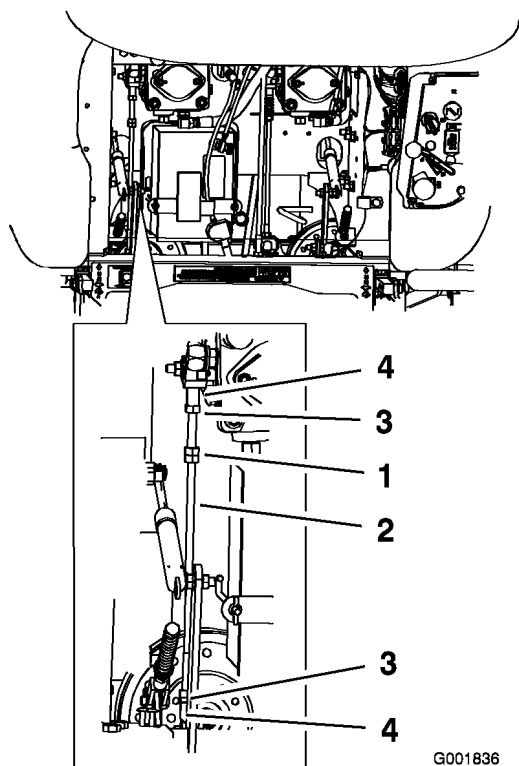

Figure 58
1. Desserrez les contre-écrous sur les rotules de la tige de commande de la pompe (Figure 58).
3. Réglez la longueur de la tige de pompe en tournant les doubles écrous dans le sens voulu, jusqu'à ce que la roue soit immobilisée ou tourne légèrement en marche arrière (Figure 58).
6. Serrez les contre-écrous contre les rotules (Figure 58).